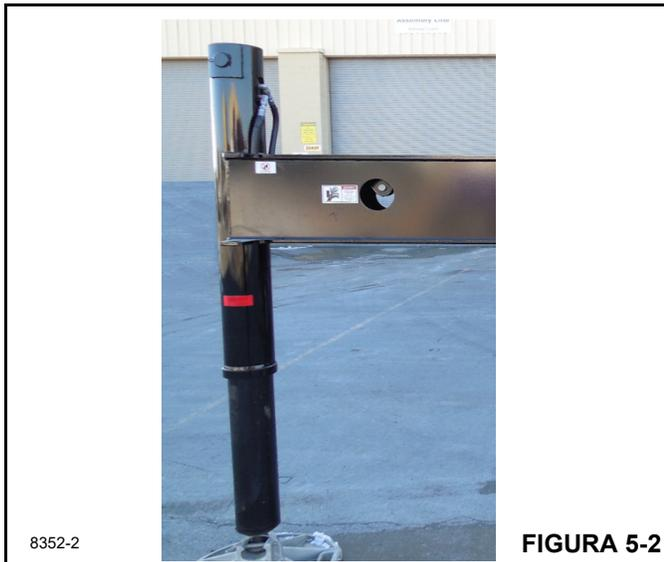

FIGURA 5-2
- Extienda y ajuste los estabilizadores completamente. Consulte la (Figura 5-2).